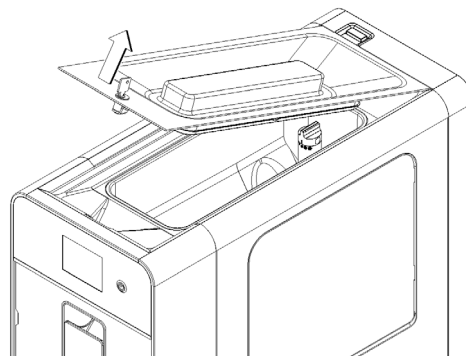

figura 16
- 1** Rimuovere il coperchio superiore. (vedere figura 16)